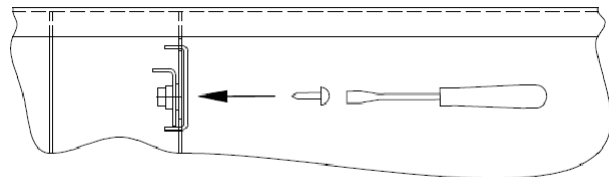

Рис.10
- 5.9. Установить планки поддерживающие решётку на средние опоры, зафиксировать винтами (рис.10).